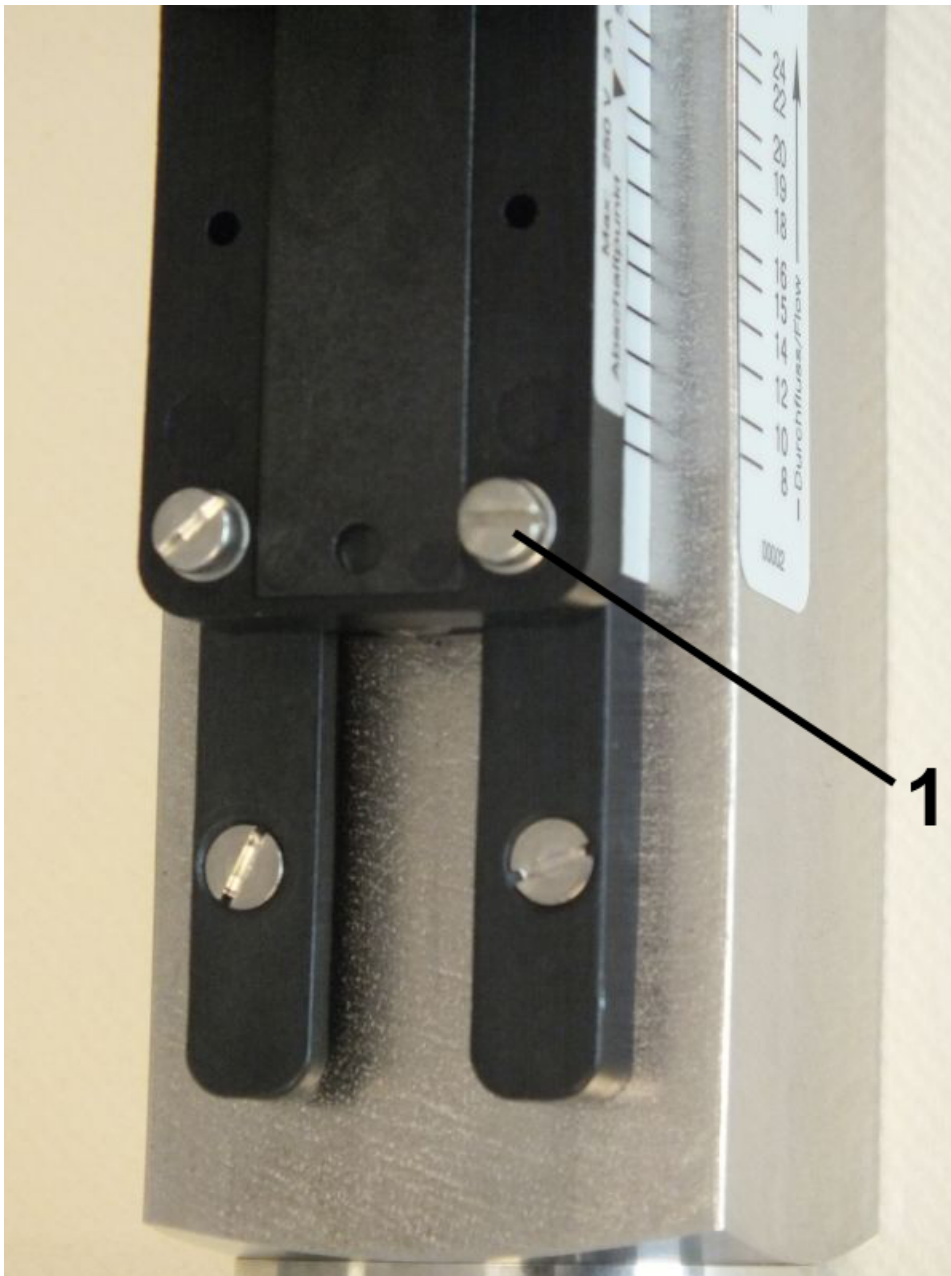

Abb. 39: Feststellschrauben lösen
1. Die Feststellschrauben des Schaltkontaktes (Abb. 39/1) mit einem Schlitzschraubendreher lösen.
3. Feststellschrauben des Schaltkontaktes (Abb. 39/1) mit einem Schlitzschraubendreher wieder anziehen. Dabei Schrauben-Anziehdrehmoment beachten.